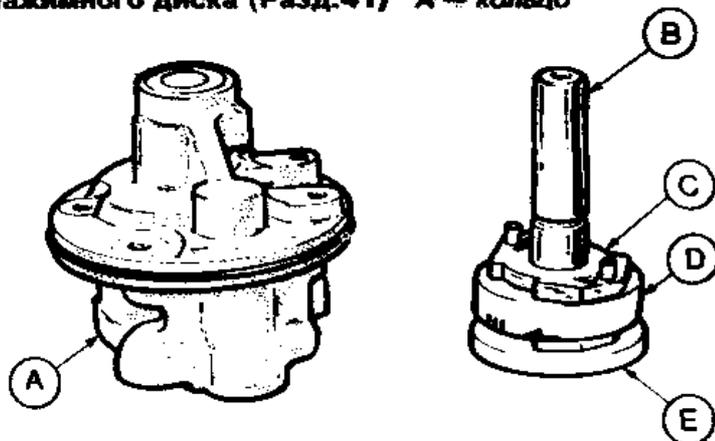

Рис. 11.63. Корпус насоса и вал (Разд. 41)
18. Наденьте на вал упорную пластину и ротор раззенкованной стороной к пластине, после чего установите вал в сборе в корпус, причем упорная пластина должна надеться на установочные штифты (Рис. 11.63).